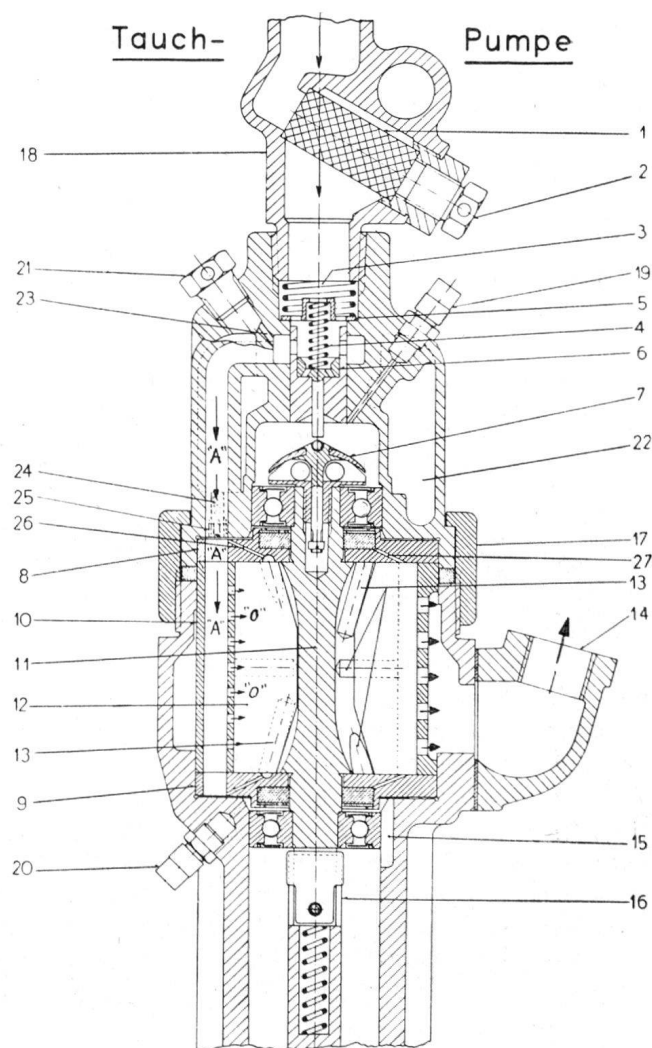

Bild 1a.
Wie in Bild 1a ersichtlich, tritt die Pressluft durch den Luftfilter (18) ein, strömt durch den seitlich im Deckel, dann in der oberen Rotor-Endplatte (8) und schliesslich im Zylinder (10) gebohrten Kanal «A», fliesst weiter durch die Zylinderlöcher «O» zum walzenförmigen Rotor (11). Da letzterer in bezug auf den Zylinder exzentrisch gelagert ist, bildet er mit ihm einen sichelförmigen Arbeitsraum. In vier radialen Schlitten des Rotors liegen dünne Schieber